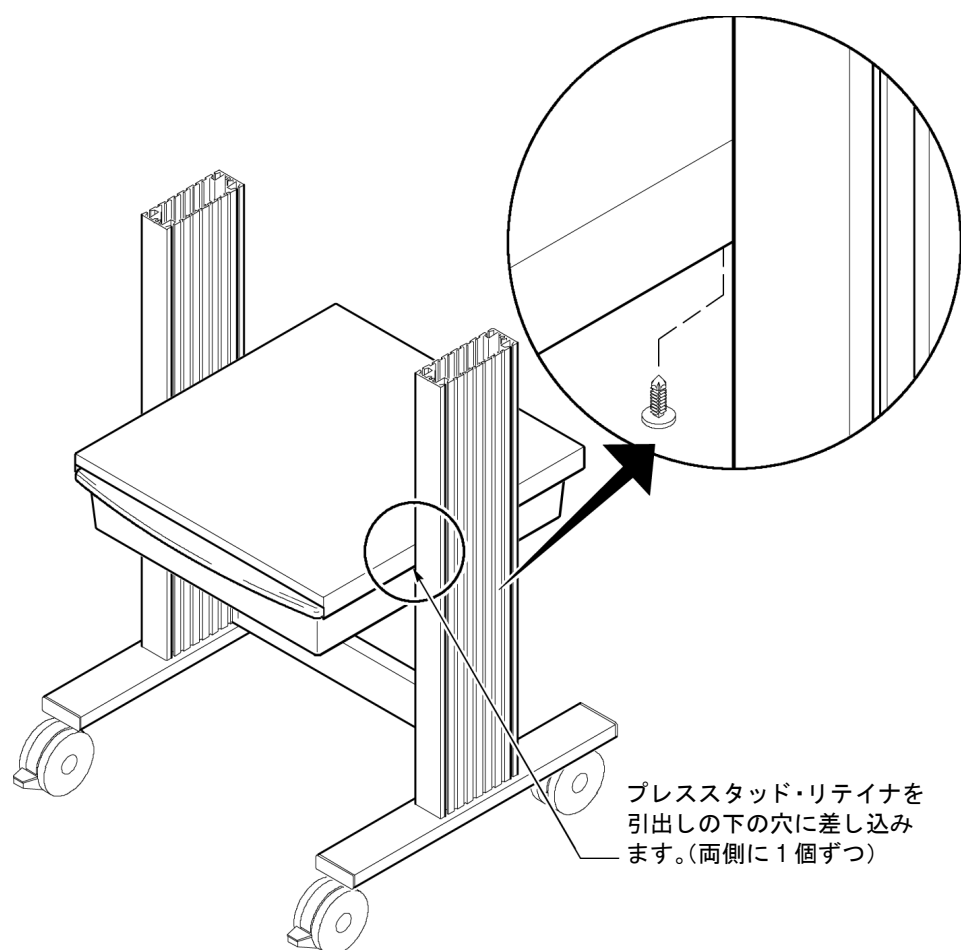

図 9: プレススタッド・リテナの取り付け
6. 親指を使って、プレススタッド・リテイナを引き出しのレールの下に押し込みます。図 9 参照。